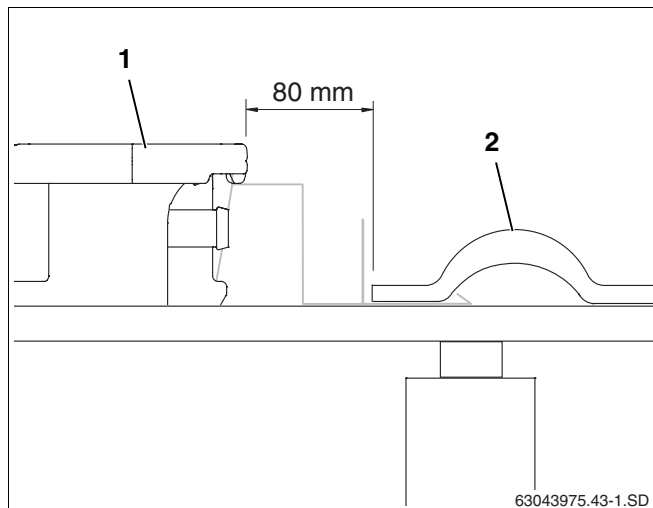

Fig. 24 Poser et visser le premier capteur
- Glisser le premier capteur (fig. 24, **pos. 1**) dans le dispositif anti-glissement et positionner à 80 mm de la tuile extérieure (découpée si nécessaire) (fig. 24, **pos. 2**).